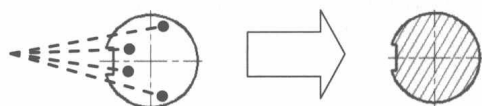

图 1.1.19 进行图案填充
Step4. 对图 1.1.19 所示的图形进行图案填充。
(1) 将图层切换至“剖面线层”。
(2) 选择下拉菜单 **绘图(D)** → **图案填充(H)** 命令, 在命令行中输入字母 T 并按 Enter 键, 系统弹出“图案填充和渐变色”对话框。在 **类型(T)** 下拉列表中选择 **用户定义** 选项, 在 **角度(A)**:
下拉列表中选择 **45** 选项, 在 **间距 (C):** 文本框中输入数值 3, 然后单击 **添加:拾取点** 左侧的  按钮, 系统自动切换到绘图区, 选取图 1.1.19 所示的封闭区域为要填充的区域, 按 Enter 键完成填充。